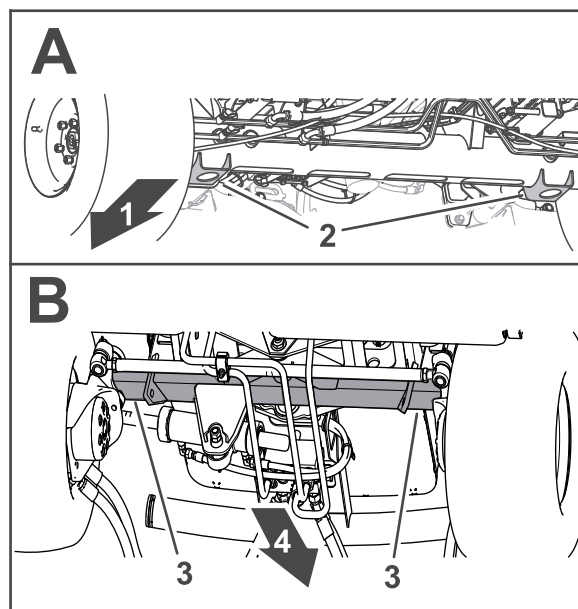

Figura 70
- Anteriore - le staffe del martinetto del tubo dell'asse anteriore (Figura 70).